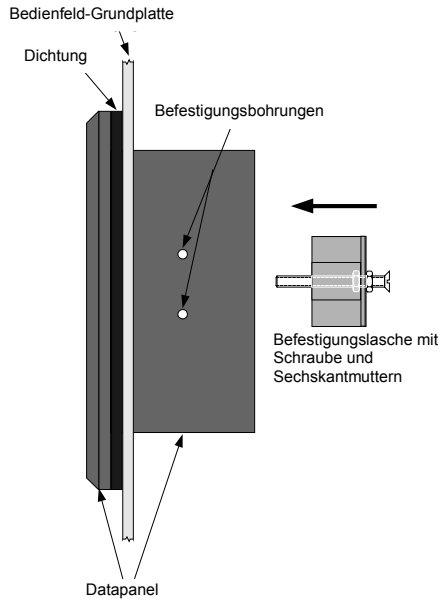

Abbildung 2-2. Datapanel-Einbau, Seitenansicht
4. Setzen Sie wie in Abbildung 2-2 dargestellt das Datapanel von vorn in den Ausschnitt ein.